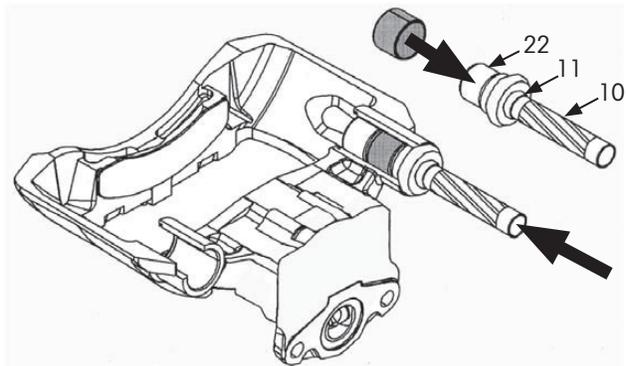

Figura 56: Inserción de guía larga del buje externo
- B. Ensamble y use los números 10, 11 y 22 para presionar el buje externo en el mismo agujero hasta que la herramienta se detenga (Figura 56).